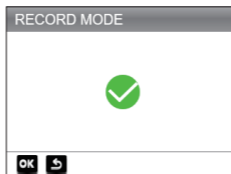

Figura 8.1.5
4. Para alterar a configuração do Modo de Gravação (Veja Figura 8.1.5), selecione o Modo de Gravação e pressione [OK]. O Modo de Gravação está ligado por padrão, mas você pode desligá-lo pressionando [OK] novamente.